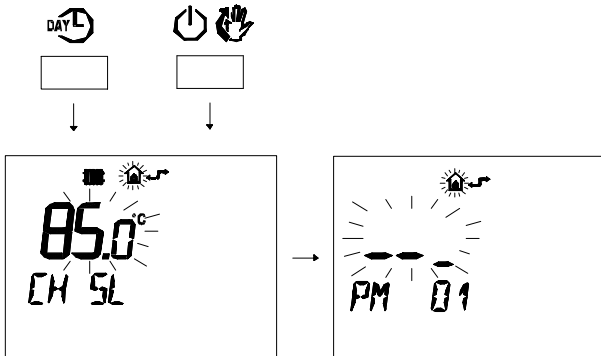

Figura 5.62
- Premere contemporaneamente i pulsanti  e  per entrare nella programmazione trasparente (Figura 5.62).